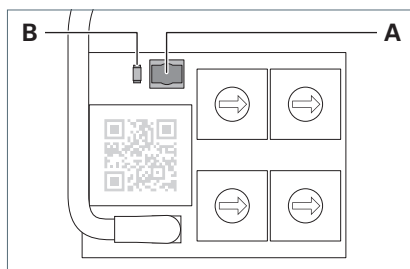

Fig. 10: Taste und LED.
- Drücken Sie die Taste **A** und halten Sie die Taste fünf Sekunden gedrückt, siehe Fig. 10.